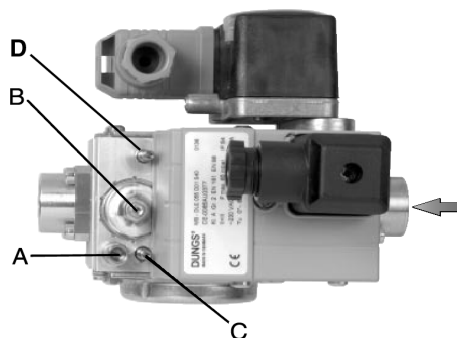

Рис. 8 - DUNGS MBC 65 - DLE
- отвинтить винт **A** (Рис. 8) на штуцере отбора давления и подсоединить манометр;
- установить на минимальное значение регулятор давления, поворачивая регулировочный винт **B** (Рис. 8) против часовой стрелки;
- отрегулировать пламя на фазе розжига, используя байпас **C** (см. Рис. 8 п.10). При вращении по часовой стрелке расход газа уменьшается, а против часовой стрелки - увеличивается. Рекомендуется не увеличивать сильно расход при розжиге, чтобы не влиять на эффективную работу стабилизатора **B** (Рис. 8).
Воздействовать на регулятор давления до тех пор, пока не получите желаемый расход, с помощью регулировочного винта **B** (Рис. 8): для увеличения расхода крутите винт по часовой стрелке, для его уменьшения - против часовой стрелки.
Регулировочный клапан D редуктора основного количества газа на заводе - изготовителе оставляется в полностью открытом состоянии: его положение не должно НИКОГДА изменяться! После выполнения всех настроек, закрутить стопорный винт **A** (Рис. 8) в отверстие для измерительного прибора. Регулировочный клапан D редуктора количества основного газа на заводе - изготовителе оставляется полностью открытым: его положение нельзя изменять. После выполнения всех регулировок закрутить полностью винт **A** (Рис. 8), имеющийся на штуцере для манометра..